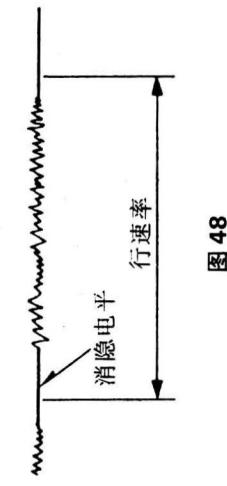

图 48
② 将示波器连接 TP2 和 B302 脚 12；
③ 调节消隐基准电平控制（VR305），使信号电平等于白电平，如图 48 所示；
④ 将示波器连接 TP2 和 B302 脚 12；